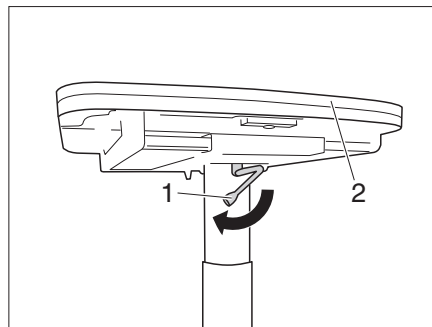

Fig. 101 Abaisser la table
- Basculer le levier de verrouillage (Fig. 101,1) vers la gauche. Le verrouillage est ouvert.
- Presser vers le bas le plateau de table (Fig. 101,2) au centre et le maintenir enfoncé.
- Basculer le levier de verrouillage (Fig. 101,2) vers la droite. La table à hauteur réglable est verrouillée.